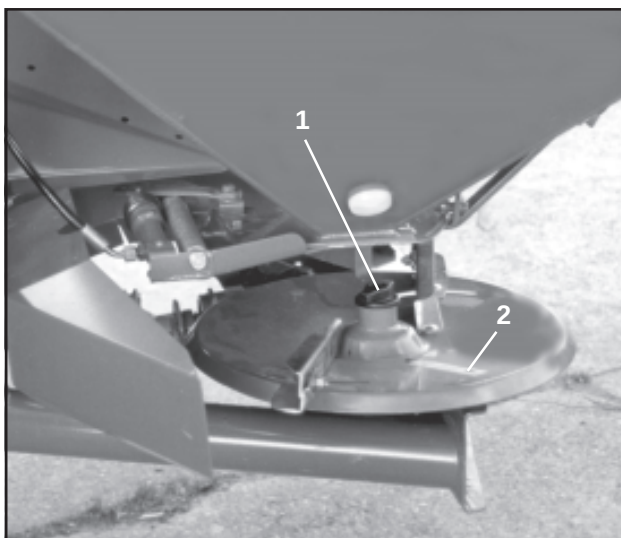

Fig. 7.28
- Demontera vingskruven (Fig. 7.28/1)